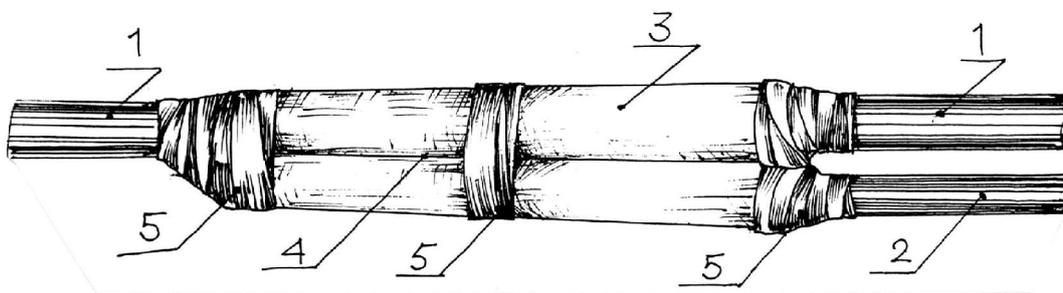

Рис. 7. Установка опорного листового каркаса на срезок.
4.9. Поверх восстановленного экрана устанавливается листовая каркас из полимерного материала, входящий в монтажный комплект муфты. Лист каркаса обматывается вокруг сростка 2-3 слоями. При установке каркаса необходимо обеспечить его плотную посадку на упакованный сросток. Лепестки на краях каркаса закрепляются бандажами из ленты ПВХ с липким слоем (Рис. 7).